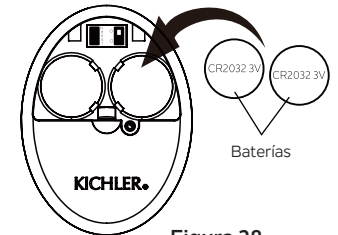

Figura 28
**Paso 3.** Para que el ventilador funcione, instale dos baterías CR2032 de 3 V (incluidas). (Figura 28)